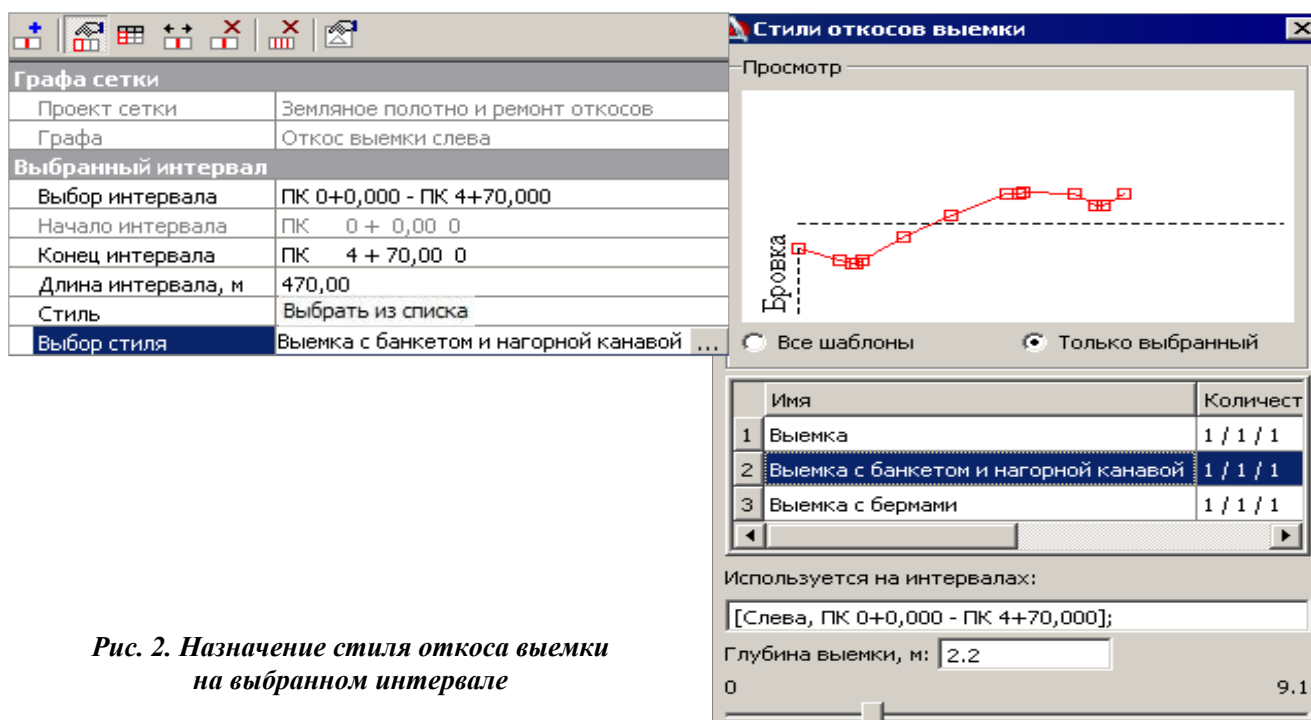

Рис. 2. Назначение стиля откоса выемки на выбранном интервале
Познакомимся подробнее с назначением стиля на отдельном участке профиля на примере команды **Откос выемки слева** (рис. 2).
2. Затем, при помощи кнопок **Параметры интервала**  или **Редактировать в таблице** , для каждого интервала уточняется выбор стиля (рис. 2):